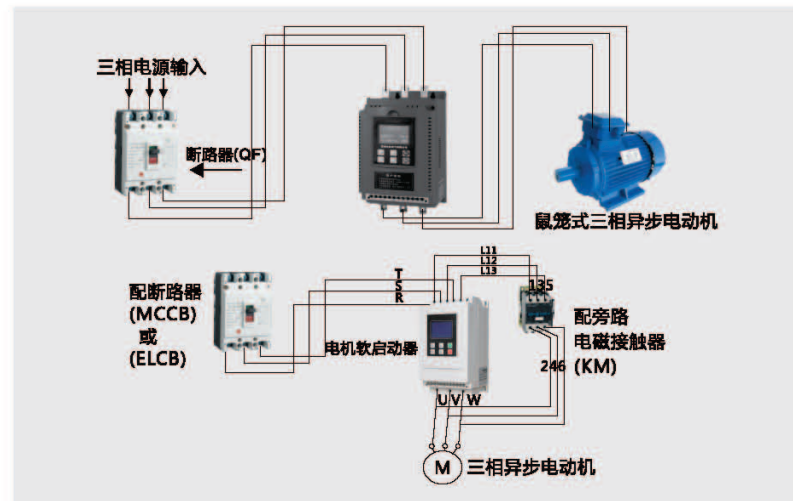

图3.2
- ①一定要将软启动器安装在垂直方向，请勿倒置，应使用螺钉安装在牢固的结构上。
- ②软启动器运行时会产生热量，为确保流动空气的通路，应如图3.2所示。设计留有一定的空间。产生热量向上散发，所以不要安装在不耐热设备的下方。
- ③主回路采用上进下出，导线应保证足够的电流承载能力。